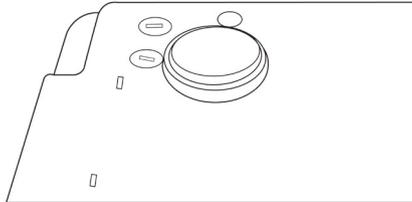

Figura 9-1 Sustitución del fusible
Utilizar un destornillador de estrella para extraer el portafusibles en el sentido de la flecha (en sentido contrario a las agujas del reloj), y sustituir el fusible dañado por un fusible primario proporcionado o aprobado por nuestra empresa. Atornillar el portafusibles en el sentido contrario para fijarlo. El método de sustitución se muestra en la Figura 9-1:
- Presionar el portafusibles hacia abajo y rotarlo en sentido contrario a las agujas del reloj, como se muestra en la Figura 9-1. Tras retirar el fusible dañado y sustituirlo por uno nuevo, hay que presionar el portafusibles y girarlo en el sentido de las agujas del reloj.